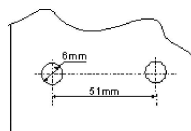

Figura 5
1. Haga dos huecos mismos en la pared y tenga en cuenta los tamaños que se indican en la figura 5.